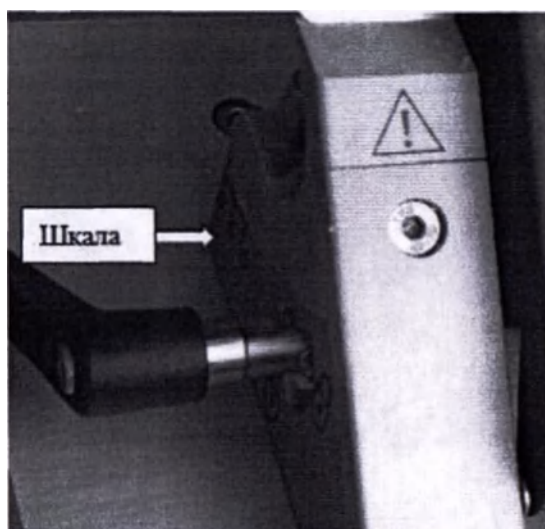

Рисунок 8.72
1. Вращайте рычаг для поворота по часовой стрелке (опустите вниз), чтобы ослабить крепление и изменить угол лезвия. Рычаг для поворота расположен на левой стороне узла держателя лезвий. Шкала для определения текущего угла (от 0° до 10°) расположена в нижней части узла держателя лезвий слева (Рисунок 8.72).